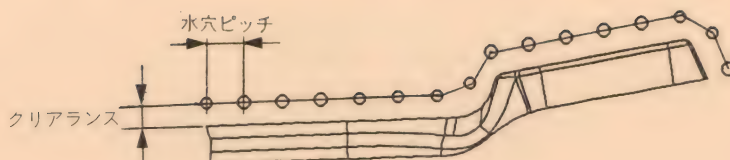

図 6
###### ① キャビティ側水穴配置 (図 6)
①a) キャビティ側サーフィスを必要なクリアランス量だけオフセットしてオフセット面を作る。
①b) オフセット面のパーティング・ライン上で断面を作り、交線を求める。
①c) 複数面で構成されるオフセット面から求めた断面交線は同じく複数の曲線から構成されているため、これを 1 本のカーブに変換する。
①d) この変換された 1 本のカーブに沿って、ある指定したピッチでその長さを除した数の切下げた値で再度カーブの長さを割り、得られたピッチで水穴を配置していく。すなわち、実際のピッチは指定した最小ピッチより多少大きくなる。